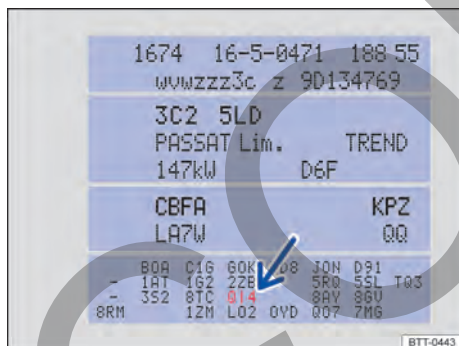

Fig. 211 Adhesivo portadatos del vehículo con núm. PR del servicio correspondiente (representación esquemática).
- Consulte el número PR que figura el adhesivo portadatos del vehículo → fig. 211 (flecha) → pág. 299.